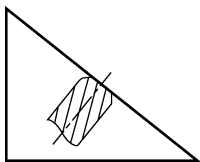

图 5-16 加强筋重合剖面图
**例 5-1** 绘制垂直于加强筋斜面的构造线(可用于重合剖面图中心线的绘制),如图 5-16 所示。在功能区中单击“默认”选项卡下“绘图”面板中的“构造线”按钮，操作步骤如下。